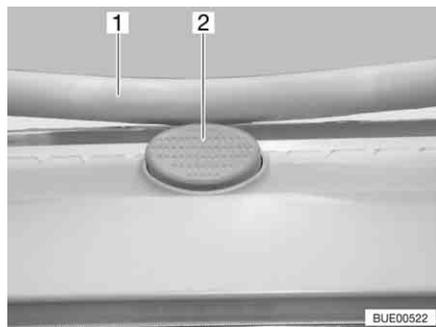

Fig. 78 Bottone di sicurezza sull'oblò Heki
- Premere il bottone di sicurezza (Fig. 78,2) e tirare verso il basso la staffa (Fig. 78,1) con entrambe le mani.
- Premere la staffa verso l'alto con ambedue le mani, finché la staffa non poggia al di sopra del bottone di sicurezza (Fig. 78,2).